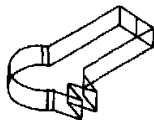

图 3
(1) 多义线拉伸实体法 以图2为例,先用 AutoCAD 的“Circle、Line、Mirror、Trim”命令将图形画出,然后输入“Pedit”(多义线编辑)命令,用鼠标任选一条线,直接“回车”,屏幕上将提示“Close/Join/Width/...”,输入“J”,用鼠标将所有的线选中,“回车”即将图形变成为一条多义线;输入“Extrude(拉伸)”命令,用鼠标选中多义线,任输入一个厚度值,将图形转化成一个实体;然后用下拉菜单上的“3D Viewpoint”中的“SWIsometric”命令将图形转化为三维图形(见图3),再用“Massprop(查询质量特性)”命令查询实体形心(Centroid),从而得到实体形心的数值,其中实体形心的 X、Y 值便是模具压力中心的数值。